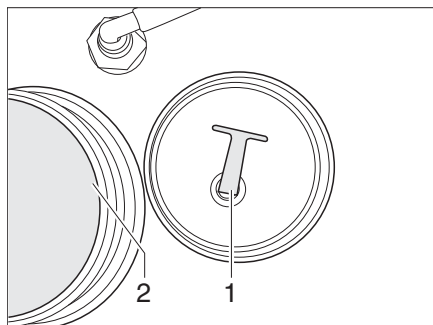

Bild 285 Propp
- Skruva ut proppen (Bild 285,1) ur utloppsöppningen (Bild 285,2). Vattnet rinner ut.